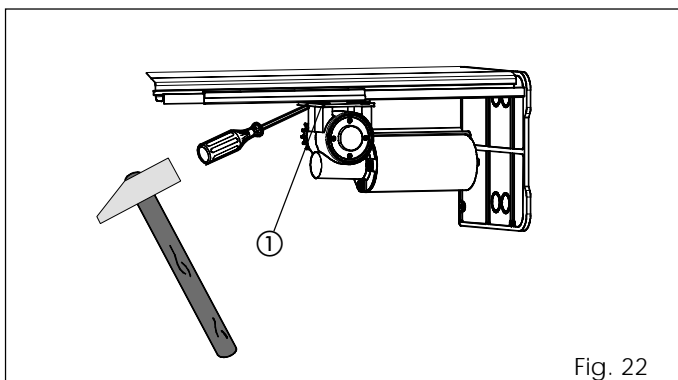

Fig. 22
- Desserrer l'écrou (fig. 22 réf. ①).
- Visser le boulon de la fig. 22 réf. ② pour tendre la courroie ou le dévisser pour la desserrer.
- Une fois la tension réglée, serrer l'écrou (fig. 22 réf. ①).
- Desserrer légèrement les quatre vis de fixation (fig. 22 réf. ①) du deuxième moteur.
- Pousser le groupe du moteur vers l'extérieur à l'aide d'un marteau d'après la fig. 22.